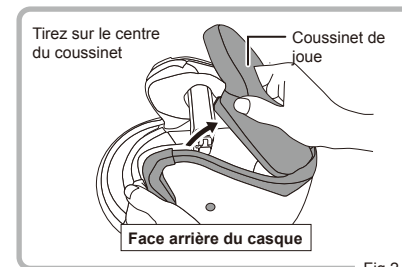

Fig.2
② Saisissez fermement le centre du coussinet de joue et tirez sur le coussinet pour le détacher. (Fig.2)
- 2 Dégrafez ensuite les deux boutons-pression à l'arrière du casque afin d'extraire le coussinet intérieur. (Fig.2)
- 2 Agrafez ensuite les trois boutons-pression sur le casque, comme indiqué à la Fig.2.